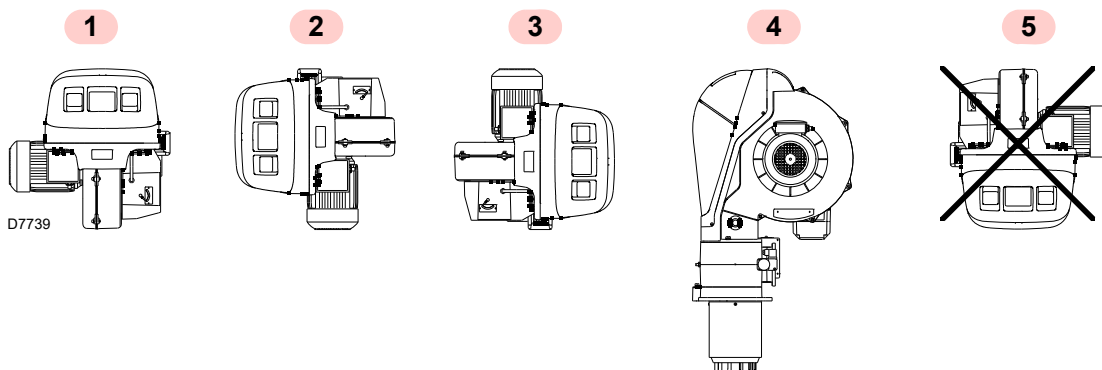

Рис. 13
- Пальник призначений для роботи тільки в положеннях 1, 2, 3 і 4 (Рис. 13).